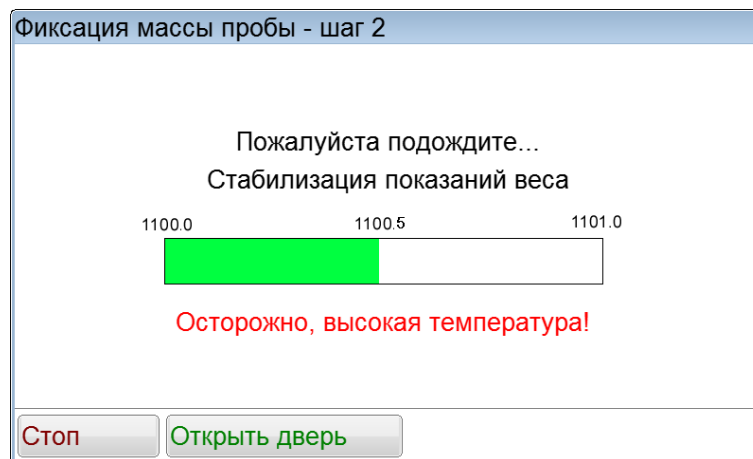

Рисунок 27 – Стабилизация показаний веса (значения указаны произвольно)
4.7.12 Появится окно **«Фиксация массы пробы – шаг 2»** (см. рисунок 27). В этот момент происходит стабилизация показаний массы формы с пробой в камере печи.